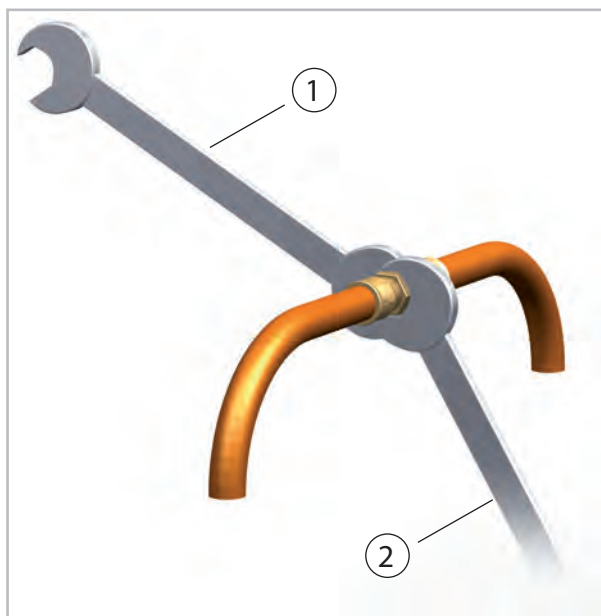

Fig. 55: Serrage des raccords vissés
- Raccordez tout d'abord les conduites de frigorigène à la main aux raccords de l'appareil pour assurer leur bonne position. Puis fixez les raccords vissés à l'aide d'une clé à fourche adaptée. Utilisez une clé pour les **maintenir l'un contre l'autre** (Voir la Fig. 55).